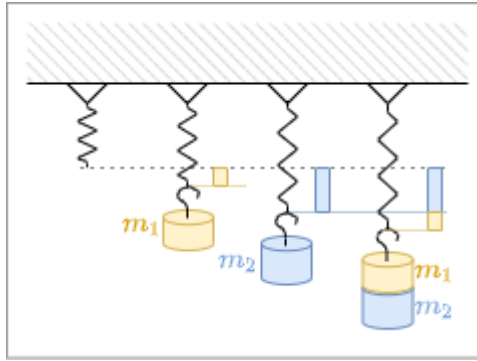

Fig. 5: mechanische Feder
**Aufgabe:** Eine mechanische, lineare Feder wird mit den Massen  $m_1$  und  $m_2$  im Gravitationsfeld der Erde ausgelenkt (siehe figure 5). Wie groß ist die Auslenkung, wenn beide Massen gleichzeitig angehängt werden?